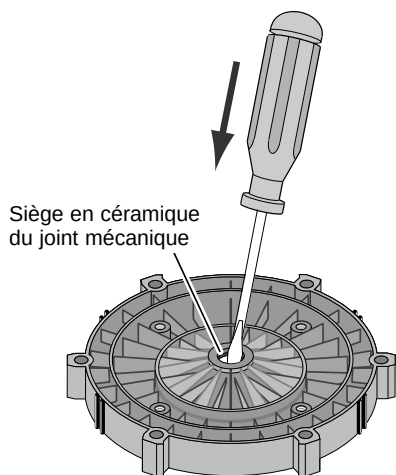

Figure 6
3. Déposer les six (6) écrous, rondelles-freins et rondelles plates de fixation de la plaque d'étanchéité sur le corps de la pompe. Éloigner la plaque d'étanchéité et le moteur du corps de la pompe. (Il faudra peut-être utiliser avec PRUDENCE un tournevis pour séparer le corps de la pompe de la plaque d'étanchéité.)
4. Déposer les sept (7) vis et rondelles de fixation du diffuseur sur la plaque d'étanchéité. Déposer le diffuseur.
9. Mettre la plaque d'étanchéité sur une surface plane en orientant sa face le bas, puis chasser le siège en céramique (se reporter à la Figure 6).